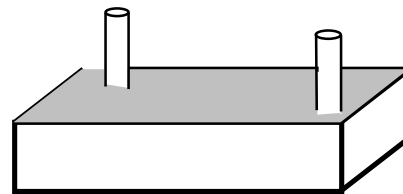

Figura 2
5.- Repita desde el paso 2, colocando en lugar de las placas dos electrodos cilíndricos en la caja de arena como se muestra en la figura 2, realice las mediciones y cálculo del 2 y 3 y obtenga la distribución de carga lineal ( $\rho_l$ ).